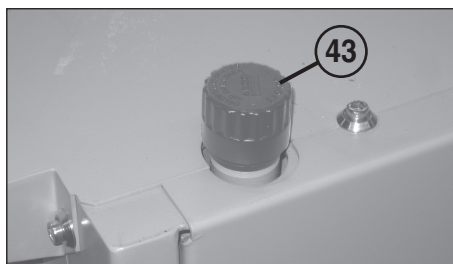

Fig. 19
CONTROLO DO NÍVEL DE ÓLEO (fig. 19):
- 43 = Astina controllo livello olio (fig. 19)